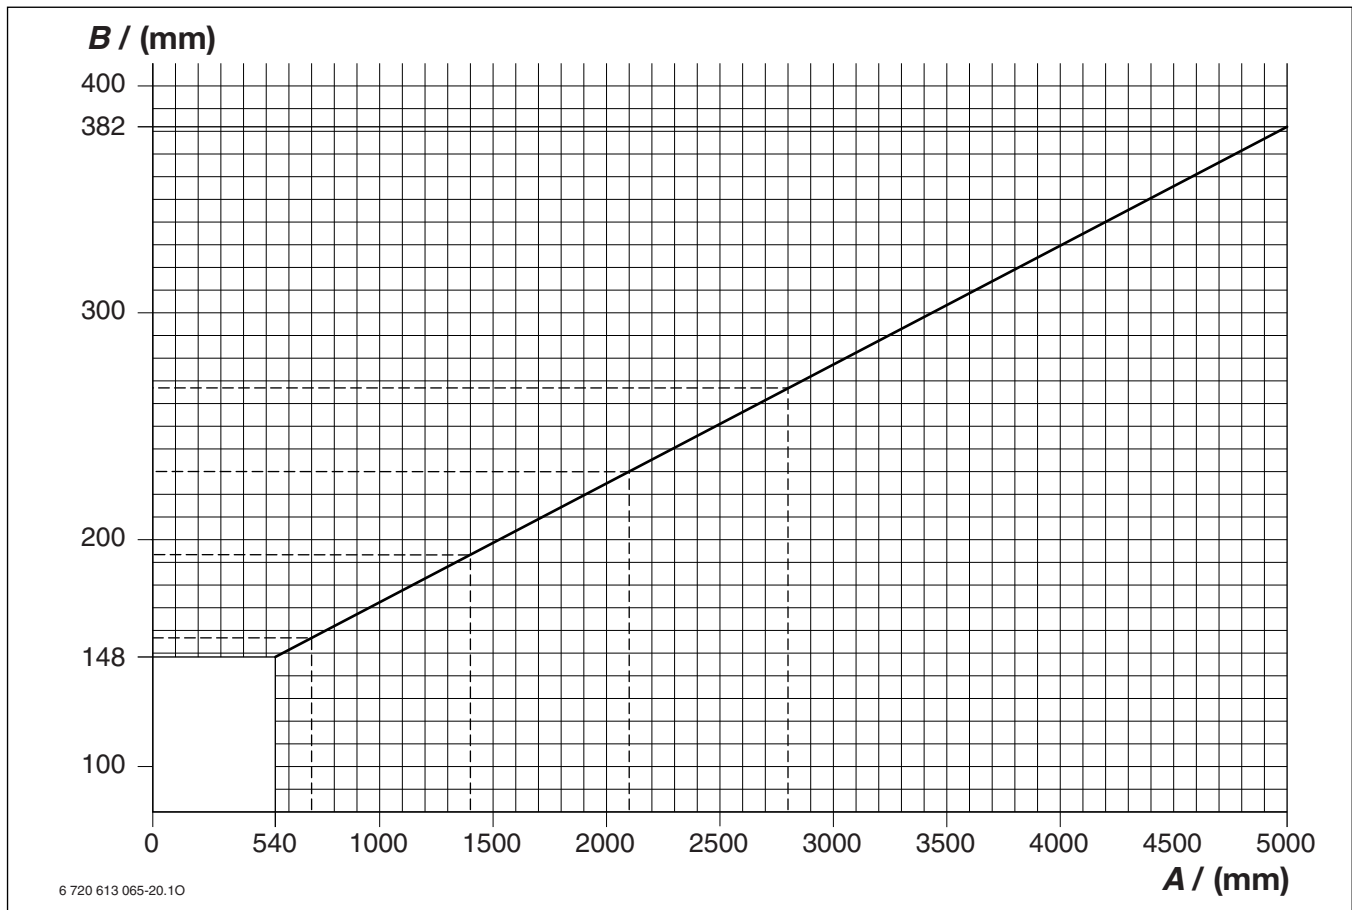

Bild 6 Diagramm zur Ermittlung der Länge des senkrechten Verlängerungsrohrs
- Aus Bild 6 die richtige Länge B des Verlängerungsrohrs bestimmen